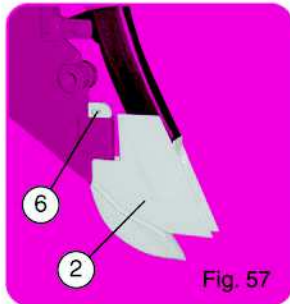

Fig. 57
- Enlever la pointe 7065a, puis mettre en place la pointe ② réf. 7065b (fig. 57). Bien écarter la goupille fendue ⑥ pour qu'elle ne touche pas aux disques ouvreurs.
- Quitar la punta 7065a, y despues colocar en su lugar, la punta ② réf. 7065b (fig. 57). Abrir bien el pasador ⑥ para que no toque los discos abresurcos.